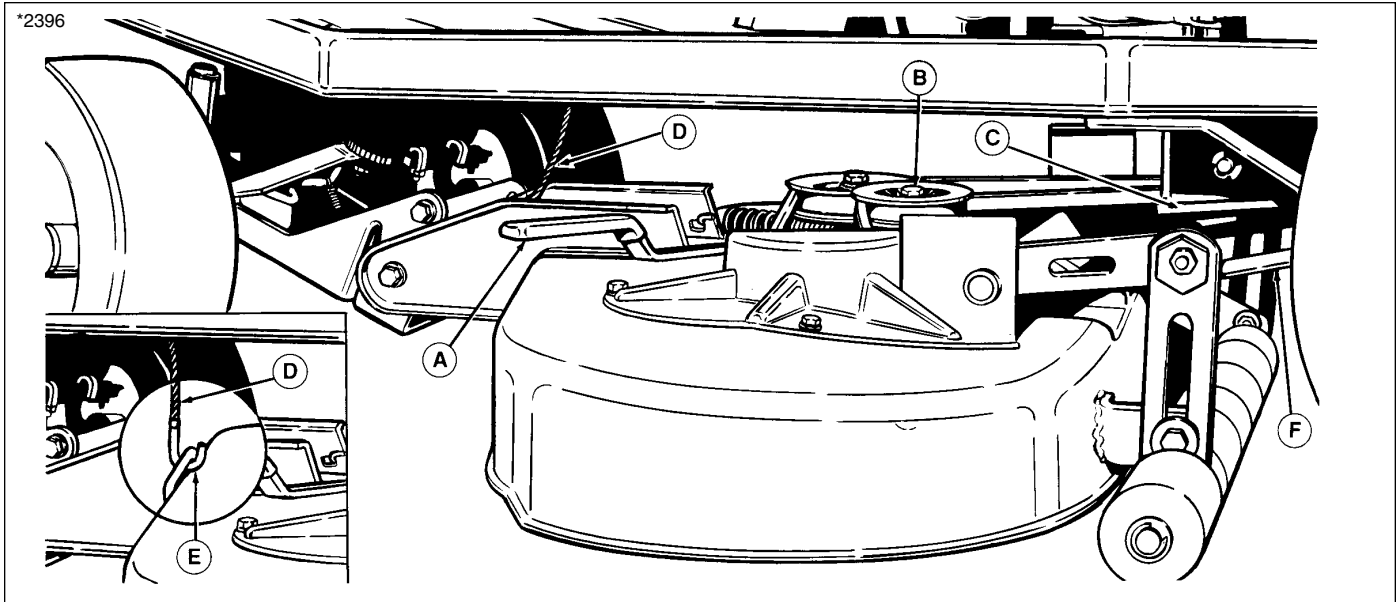

Figura 7. Retiro/Instalación del cortacésped (se muestra el cortacésped de 86 cm [34 pulg.]
**NOTA:** Realice el retiro y la instalación sobre una superficie dura y nivelada como un suelo de hormigón. Para un retiro y una instalación fácil del cortacésped, puede retirar los brazos de arrastre trasero (F, Figura 7) al retirar los sujetadores de resorte y pasadores de horquilla.
2. En el lado izquierdo del cortacésped de 86 cm (34 pulg.), empuje el brazo de la polea loca (A, Figura 7) para aliviar la tensión de la correa.
3. Al aliviar la tensión de la correa, retírela de la polea loca (B, Figura 7) y la polea de toma de fuerza (C). Al retirar la correa se alivia la tensión en la parte delantera del conjunto de enganche.
4. Con la palanca elevadora hacia abajo y el control Dial-A-Cut™ establecido en el ajuste más bajo, retire el cable elevador (D, Figura 7) del gancho del cortacésped (consulte la ilustración en el recuadro, Figura 7).
7. Para instalar el cortacésped, invierta los pasos anteriores. Revise el patrón de la correa del cortacésped (como se muestra en la Figura 5). Asegúrese de que el cable elevador del cortacésped esté instalado con el gancho hacia la parte trasera (consulte el recuadro de la Figura 7) y que los brazos de arrastre trasero (F, Figura 7) estén colocados sobre la barra de torsión trasera.